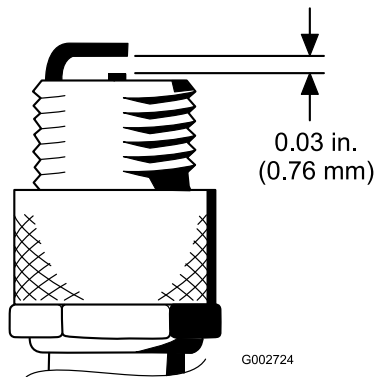

图30
4. 如图30所示，将中心电极与侧电极之间的空隙设置为 0.76mm。